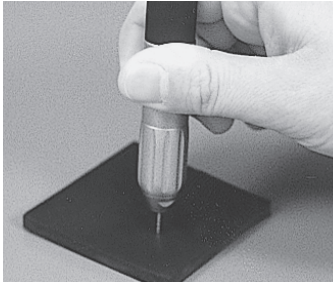

図7
- (1) プレストハンドピースのチャックは押し込み式ですので、図7のようにφ1.6mmFGバーをセットして押し込んでください。先端の細いバーは付属の専用のバー差込レンチ⑬を用いて図8のように押し込んでください。